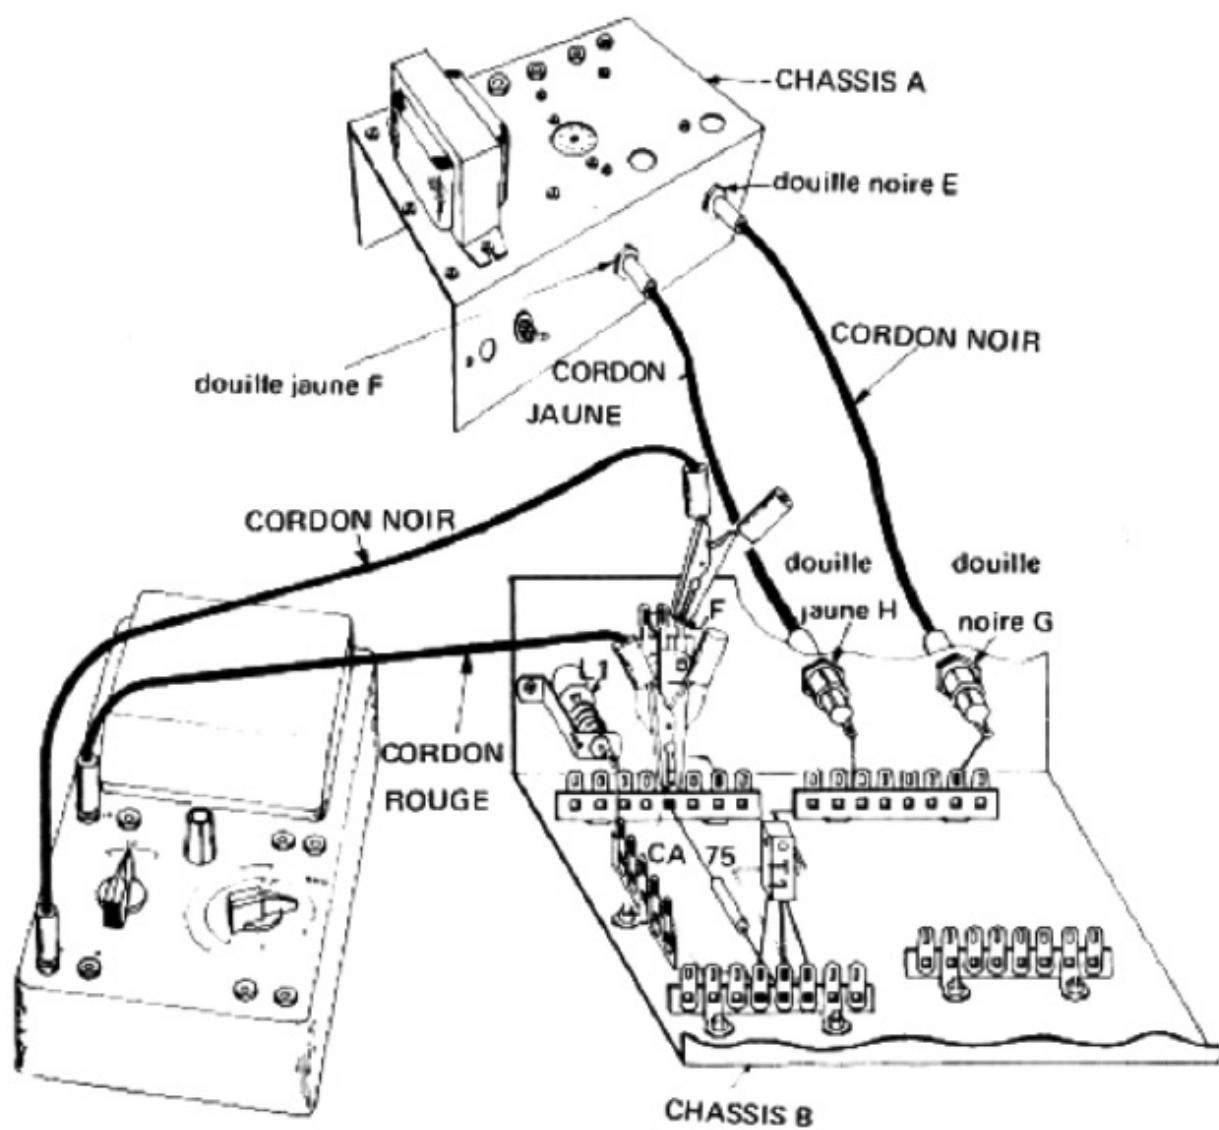

Figure 15
**CONTROLEZ** soigneusement l'exactitude de vos liaisons en vous reportant à la figure 15.